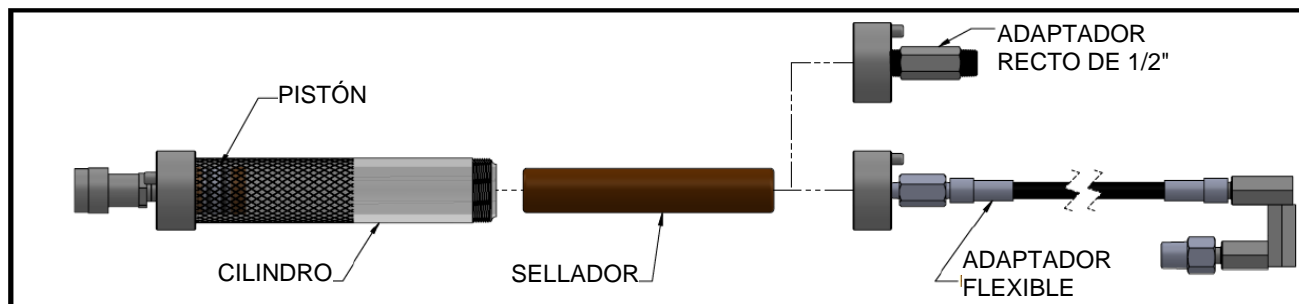

Figura 8
- 3.) Una vez que el pistón haya sido empujado hasta el fondo del cilindro, inserte el sellador seleccionado. Enrosque el adaptador recto de 1/2", o el adaptador de manguera flexible. Proceda a inyectar el sellador. Cuando el cilindro quede vacío, repita los pasos 2 y 3 para cargar más sellador. (Ver Figura 8)